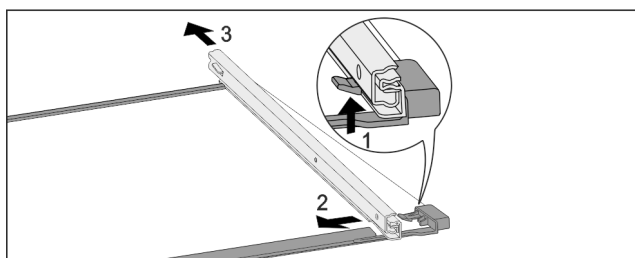

Fig. 179 Стъклена плоча с релси
- ▶ Натиснете нагоре предните фиксиращи палци. Fig. 179 (1)
- ▶ Плъзнете изтеглящата релса настрана Fig. 179 (2) и назад Fig. 179 (3).